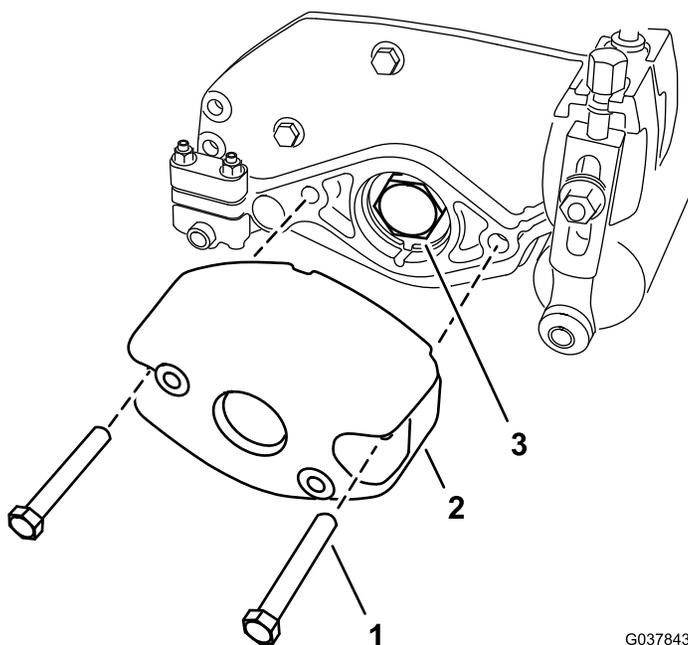

图 4
1. 从将配重块固定到滚刀组侧板上的 2 个螺母由侧板固定中拧下 2 个螺栓 5/16 x 2 3/4 英寸。拆下配重块图 4。
3. 从滚刀轴上卸下轴承螺母 图 4。